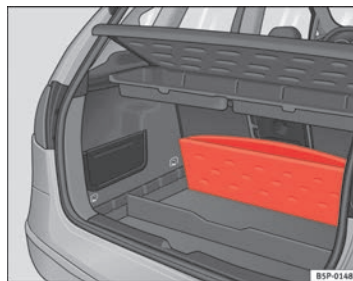

Abb. 106 Klappe am Gepäckraumboden
- Den Gepäckraumboden anheben und vollständig nach hinten klappen ⇒ Seite 146, Abb. 106.